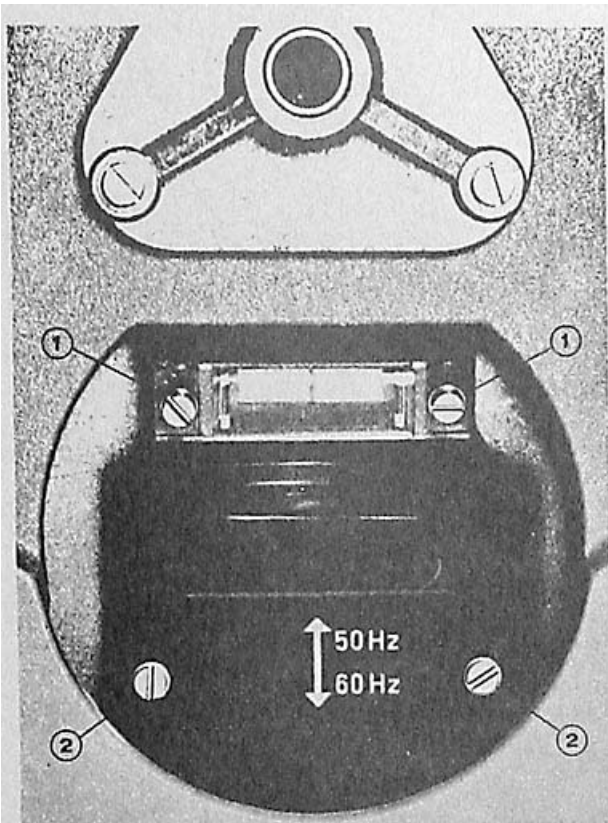

FIG. 3
Beide Plattenteller abnehmen. An der Oberkante der schwarzen Stroboskopplatte ist die Glimmlampe unter einer Zylinderlinse angebracht. Nach Lösen der beiden Schrauben Bild 3, (1) links und rechts neben der Zylinderlinse kann diese und die darunter liegende Glimmlampe mit ihrem Plastikgehäuse abgehoben werden. Danach lassen sich die beiden Kabelschuhe der Zuleitung entfernen.
Remove the inner and outer turntable, the neon bulb is then accessible, located under a cylindrical lens at the upper edge of the black stroboscope plate. After unscrewing both screws Fig. 3, (1) left and right beneath the lens, the lens and the neon bulb in its plastic housing can be removed. Then both lead terminals may be pulled off the neon bulb.
Normally it is not necessary to replace these parts, but the mirror and the lens system may be soiled after a certain time. To clean this system unscrew both screws Fig. 3 (2) and remove the entire neon bulb carrier with the lens system.